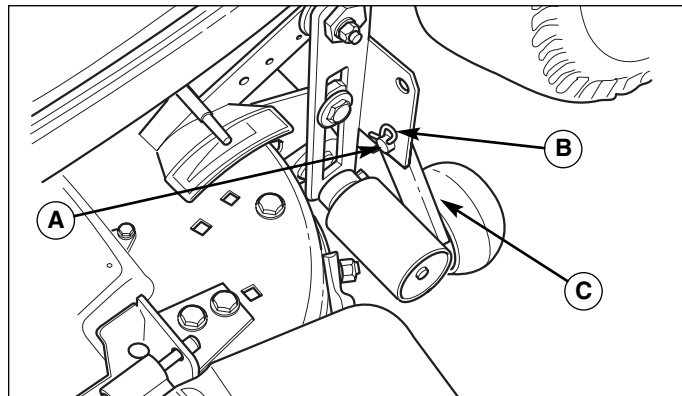

Figure 6. Roulette de glissement arrière - Tondeuses de 122 cm et 152 cm
6. Mettre la roulette de glissement arrière en position de glissement (voir la figure 6).
17. *Tondeuses de 122 cm et 152 cm* : Mettre la roulette de glissement arrière en position de tonte (voir la figure 6).